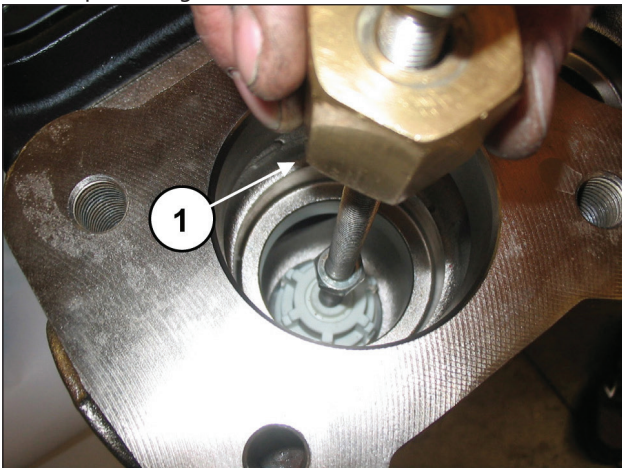

Fig. 94
Extraer el grupo de la válvula de aspiración colocando un extractor de percusión en el orificio M10 de la guía de la válvula (pos. ①, Fig. 94).